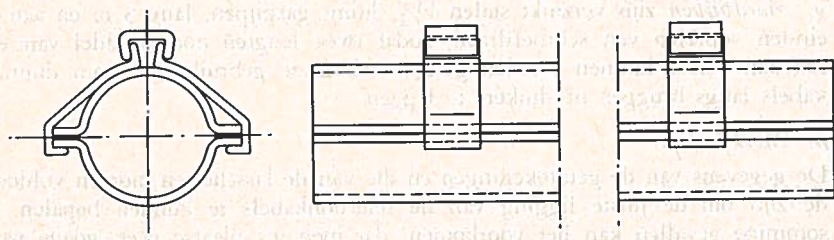

FIG. 2
e. Kabelbeschermingsbuizen, *bestaande uit 2 halve omhullingen*, worden gebruikt bij bescherming van reeds bestaande kabels; ze zijn 3 m lang en hebben een diameter van 10 cm. Ze zijn niet voorzien van een mof. Twee van dergelijke halve omhullingen vormen met behulp van beugels en klemmen, welke om de 2 m worden aangebracht, een buis; fig 2.